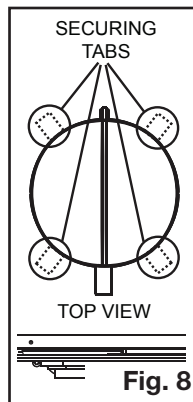

Fig. 8
4. Once installed, bend the 4 securing tabs on the damper assembly outward to secure (Fig. 8).
4. Une fois installé, pliez les 4 pattes de fixation sur l'assemblage du registre, vers l'extérieur (Fig. 8).